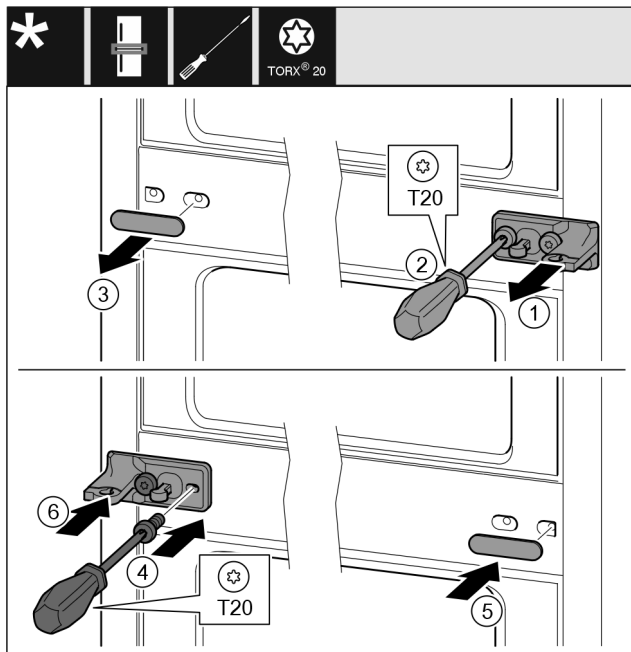

Fig. 21
- Stáhněte podložku Fig. 21 (1).
- Šroubovákem vyšroubujte šrouby Fig. 21 (2).
- Opatrně stáhněte kryt Fig. 21 (3).
- Stojan ložiska s fólií Fig. 21 (4) otočený o 180° pevně přišroubujte na druhé straně.
- Kryt Fig. 21 (5) otočený o 180° připevněte na druhé straně.
- Zepředu nasuňte podložku Fig. 21 (6).